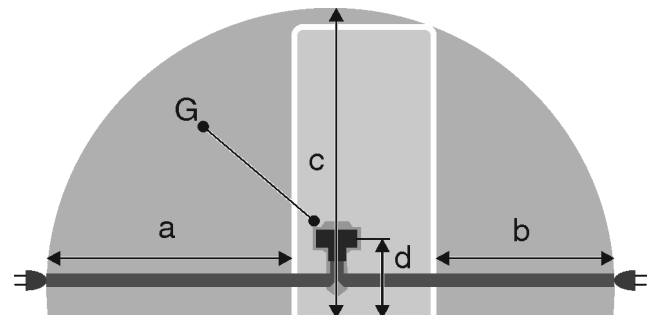

Fig. 55 Холодильники / морозильні камери / повнорозмірні прилади BioFresh*
- Розетка лежить не за пристроєм, а в зонах *a* або *b* *Fig. 55 (a, b, c)*.
- ▶ Встановіть штекер пристрою *Fig. 55 (G)* на задній стороні пристрою. Слідкуйте за правильною фіксацією.